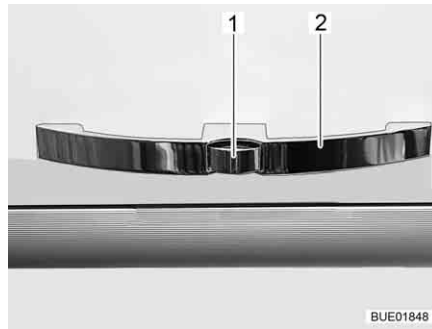
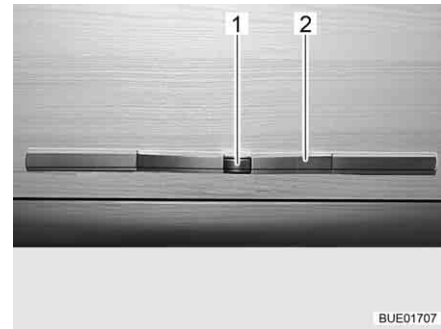

Bild 48 Möbelklappe mit Griff (Beispiel)
Bild 49 Möbelklappe mit Griff (Alternative)
- Den Entriegelungsknopf (Bild 48,1 oder Bild 49,1) am Griff (Bild 48,2 oder Bild 49,2) drücken und gedrückt halten.